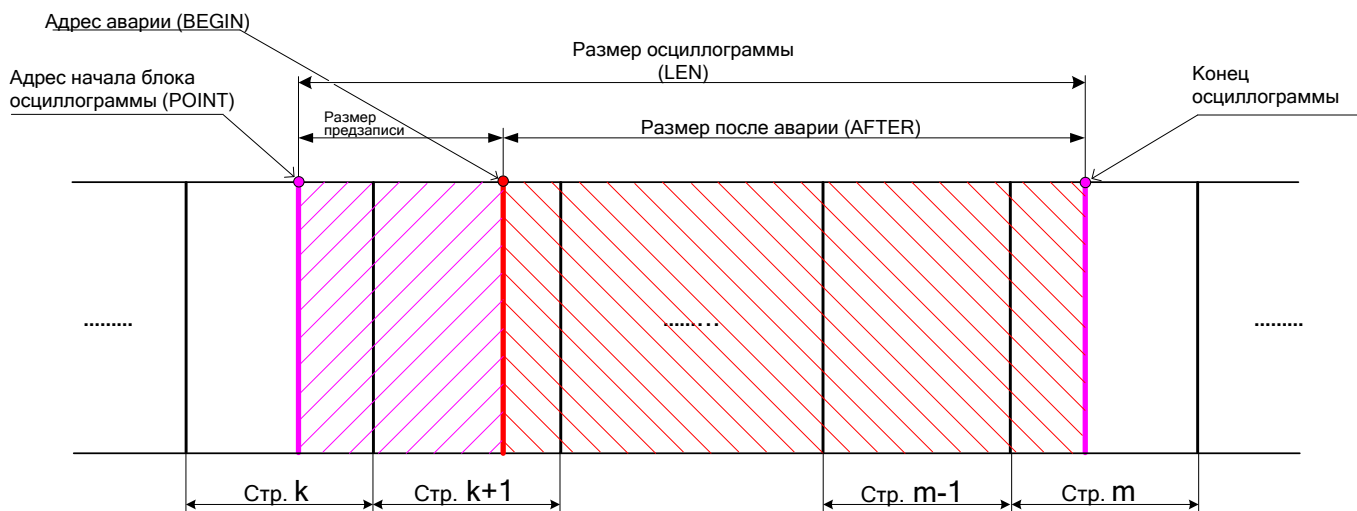
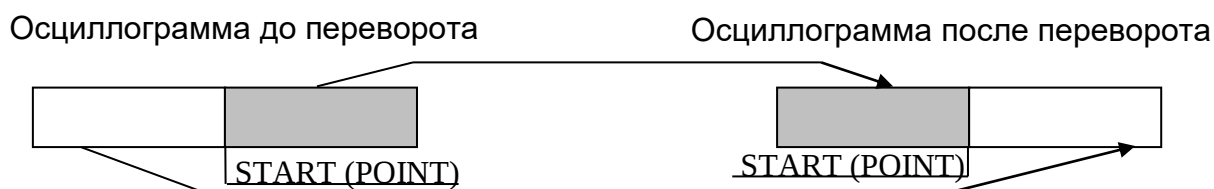

Рисунок 8.6
Рисунок 8.7
- выделить искомую осциллограмму из хранилища данных осциллограмм (рисунок 8.6) и прочесть её содержимое (при чтении осциллограммы выполняется её переворот – см. рисунок 8.7).